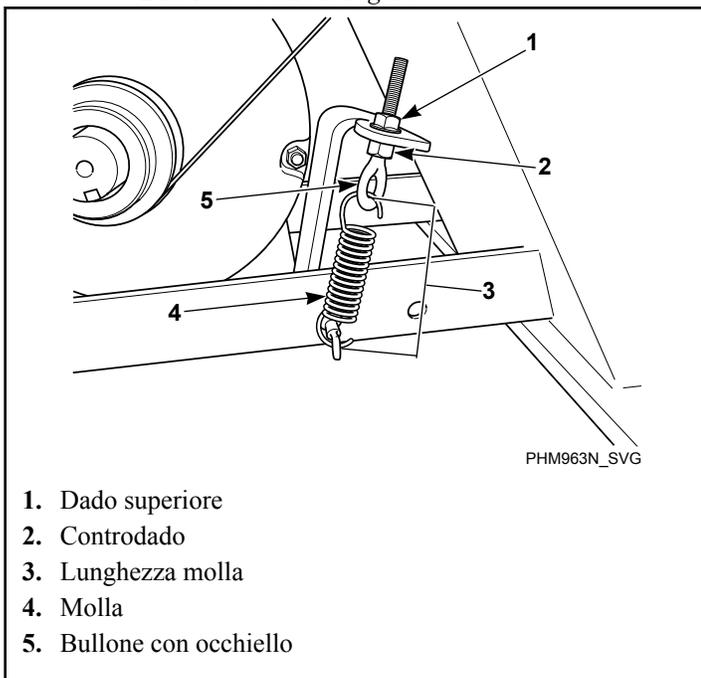

Figura 44
- **Regolazione della frequenza.** Serrare il dado superiore del bullone a occhiello finché non viene ottenuta la corretta frequenza (vedere la *Tabella 37*) a medio ser-raggio. Serrare il controdado sulla staffa a molla a $20,6 \pm 2$ ft.-lbs. Vedere la *Figura 44*.
- **Misuratore di tensione.** Serrare il dado superiore del bullone a occhiello finché non si ottiene il valore corretto (fare riferimento a *Tabella 37*) a metà del tratto della cinghia. Serrare il dado di bloccaggio contro la staffa della molla a $20,6 \pm 2$ ft.-lbs. Fare riferimento a *Figura 44*.
- **Lunghezza molla.** Serrare il dado superiore del bullone con occhiello finché la molla misura 103 mm [3 15/16 pollici] (modelli da 20,41 kg (45 libbre) - 29,48 kg (65 libbre)) o (modelli da 38,55 kg (85 libbre) - 72,57 kg (160 libbre)) tra i ganci. Serrare il dado di blocco alla staffa della molla a $27,93 \pm 2,71$ Nm ($20,6 \pm 2$ ft.-lbs). Vedere *Figura 44*.
- **Mantenere la tensione durante la rimozione della cinghia.** Se è stata raggiunta la tensione corretta, fissare in posizione il controdado con del nastro adesivo e allentare il dado superiore del bullone a occhiello per rilasciare la cinghia. Riposizionare la cinghia e serrare nuovamente il dado superiore del bullone a occhiello nella posizione del controdado. Vedere la *Figura 44*.